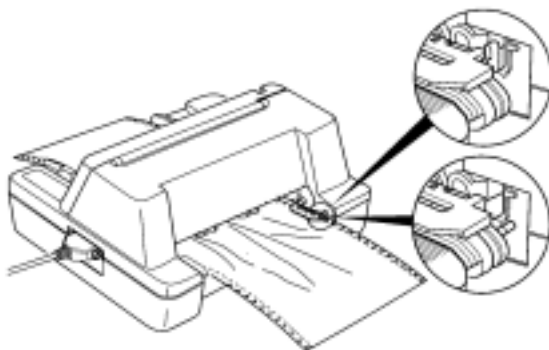

图 3-11 调整牵引器位置
6. 如纸张皱折，请修正右边控制锁于正确位置(如图 3-11)。